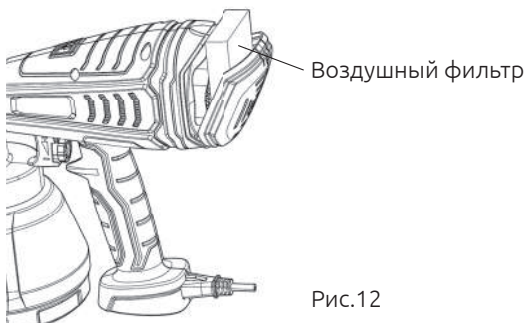

Рис.12
13) Проверьте воздушный фильтр (Рис. 12) и при необходимости очистите или замените его.